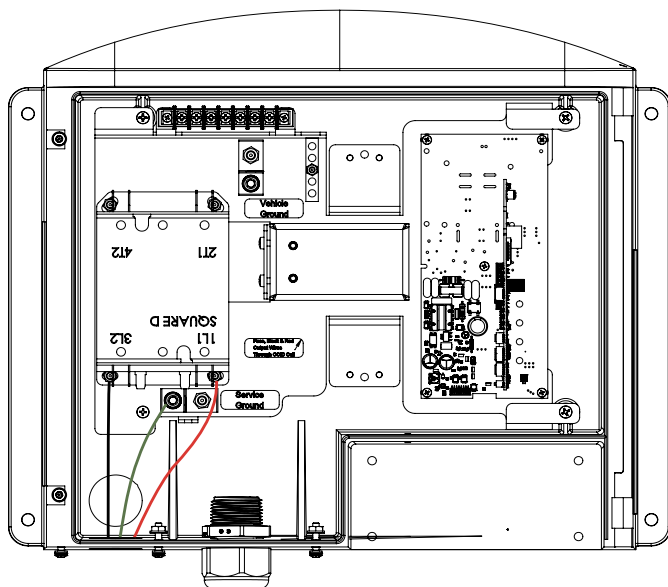

Figure 7 : Instructions de câblage de l'alimentation 208/240 V CA
- Seuls trois fils sont nécessaires pour câbler le CS-100 : **ligne 1**, **ligne 2** et **masse** de service, comme illustré à la Figure 7. Câblez l'unité depuis le panneau du disjoncteur à l'aide de câbles de section conforme aux réglementations électriques locales. Le disjoncteur doit être prévu pour 100 A pour être supérieur de 25% à la sortie continue maximale de l'EVSE.
- Les phases de ligne 1 et de ligne 2 se terminent sur le côté entrée du contacteur, comme illustré à la Figure 7. La mise à la terre se termine sur la borne de terre située au bas du boîtier.